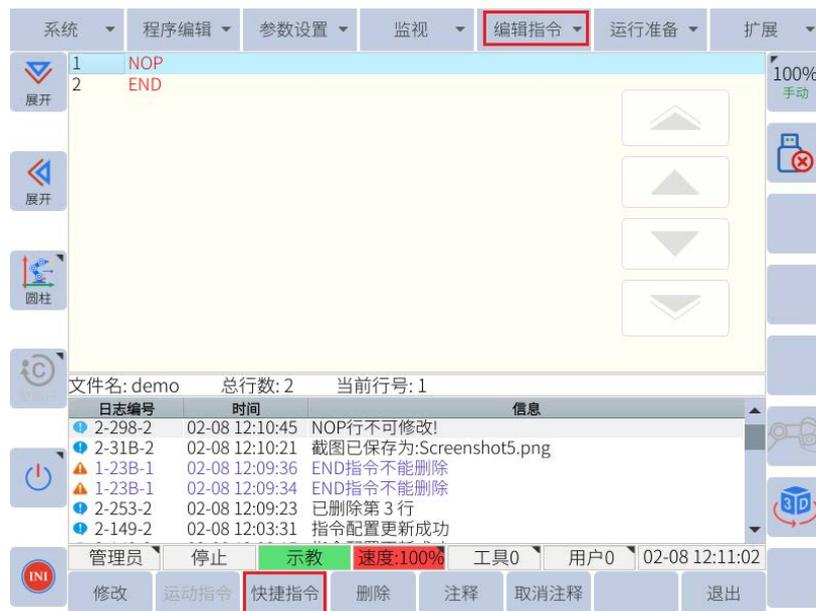

图 6-64：插入其它指令
2. 然后按主菜单下的“编辑指令”或“快捷指令”在子菜单区选择要插入的指令，如图 6-64 所示。